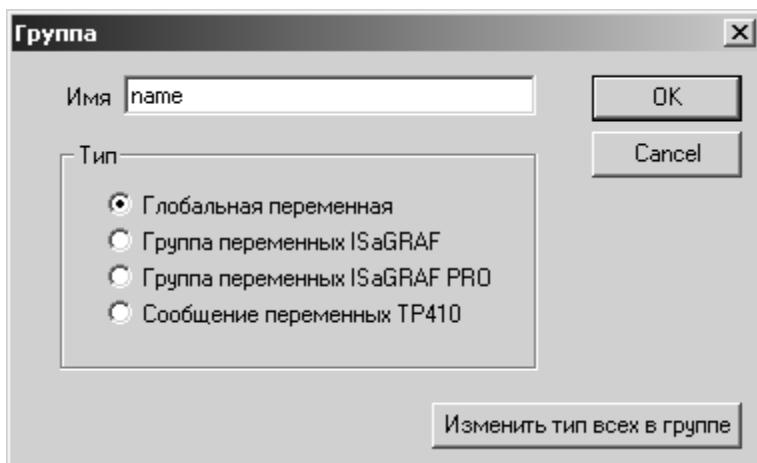

Рисунок 4.20 - Добавление группы тэгов
- а) выбрать контроллер и далее пункт меню **«Пространство имён/Добавить/Новую группу»** ( в панели инструментов). Появится окно (Рисунок 4.20);